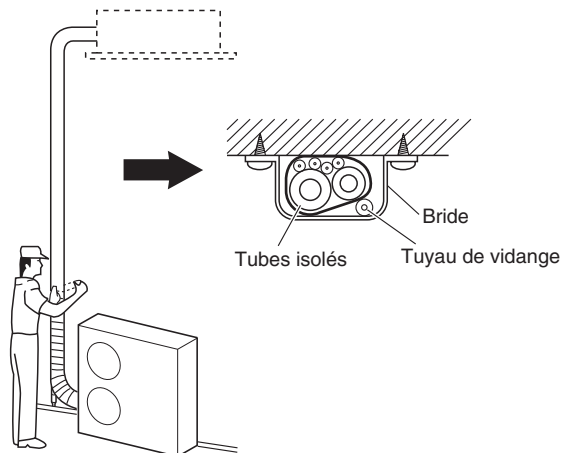

Fig. 5-10
- (1) À ce moment, les tubes de réfrigérant (et le câblage électrique si les codes locaux le permettent) devraient être guipés ensemble avec du ruban d'armature en 1 faisceau. Pour éviter que le condensat ne déborde du carter de purge, garder le tuyau de vidange séparé du tube de réfrigérant.
- (2) Enrouler le ruban d'armature par le bas de l'unité extérieure jusqu'en haut du tube lorsqu'il entre dans le mur. Lors de l'enroulement du ruban, chevaucher la moitié de chaque tour de ruban précédent.
- (3) Brider le lien de tube au mur en utilisant approx. 1 bride à chaque mètre. (Fig. 5-10)